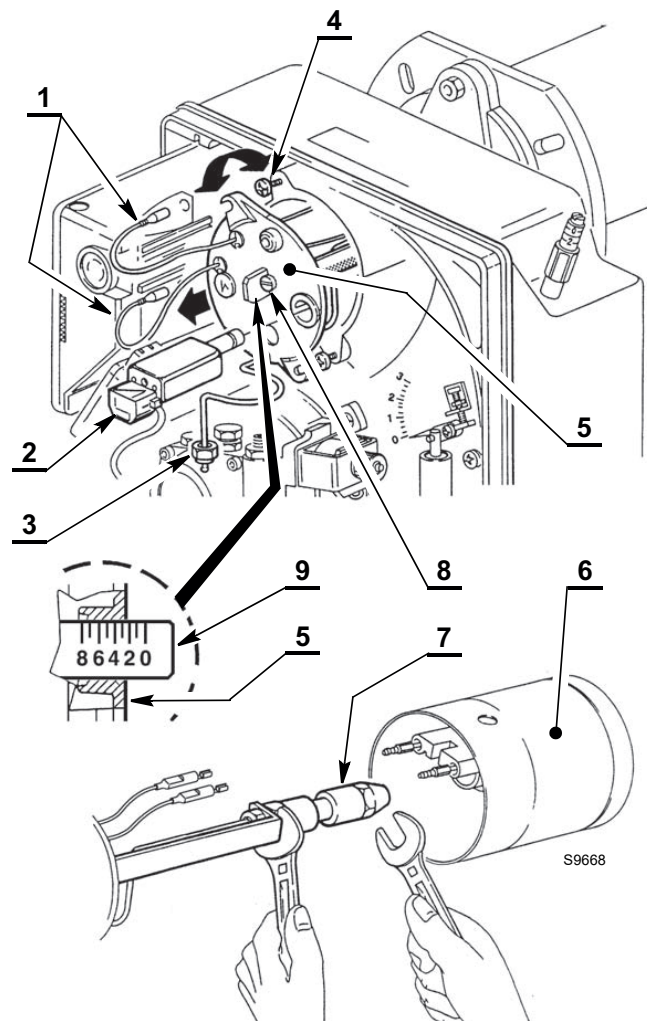

Fig. 16
Para acceder a la boquilla es necesario efectuar las siguientes operaciones (Fig. 16):
- extraer los cables 1) de la caja de control, el sensor llama 2)(Fig. 16) y desenroscar la tuerca 3) de la bomba.
- Sustituir la boquilla 7)(Fig. 16) sosteniendo el portaboquilla con de una llave.